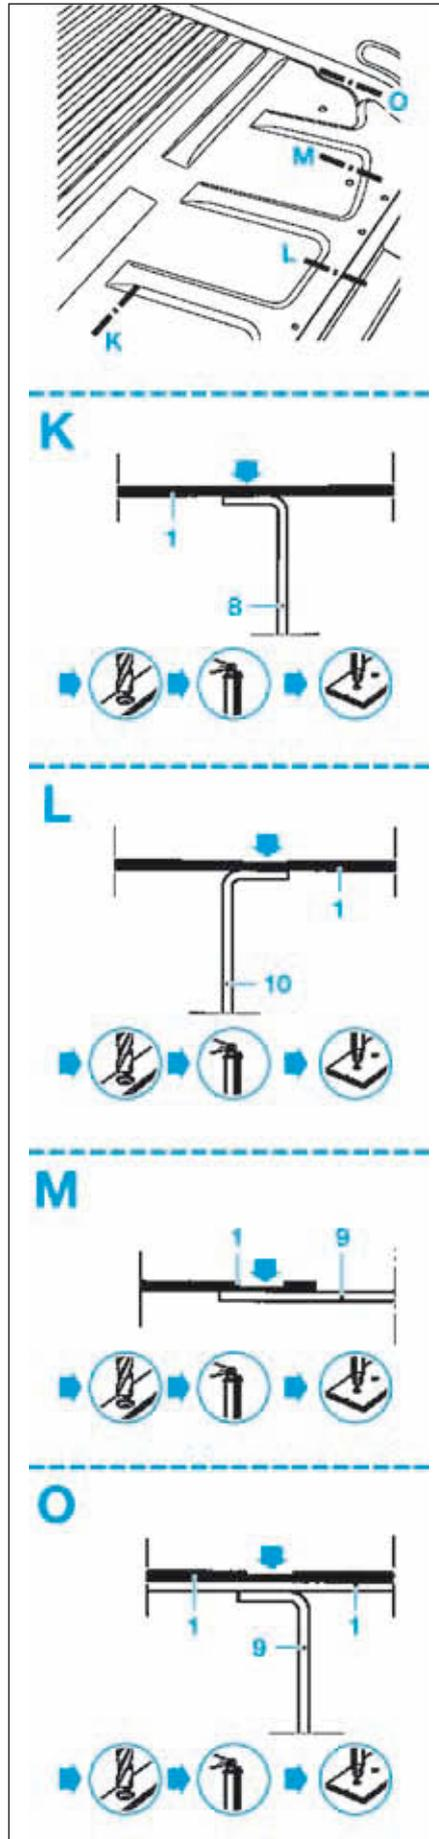

FIG.118
- Tracer puis découper le plancher avant de chargement (Fig.117), (Fig.118) et (Fig.119).
- Tracer puis percer à l'aide d'un foret pour un soudage ultérieur par points (Fig.117), (Fig.118) et (Fig.119).
- points électriques (Fig.117), (Fig.118) et (Fig.119),